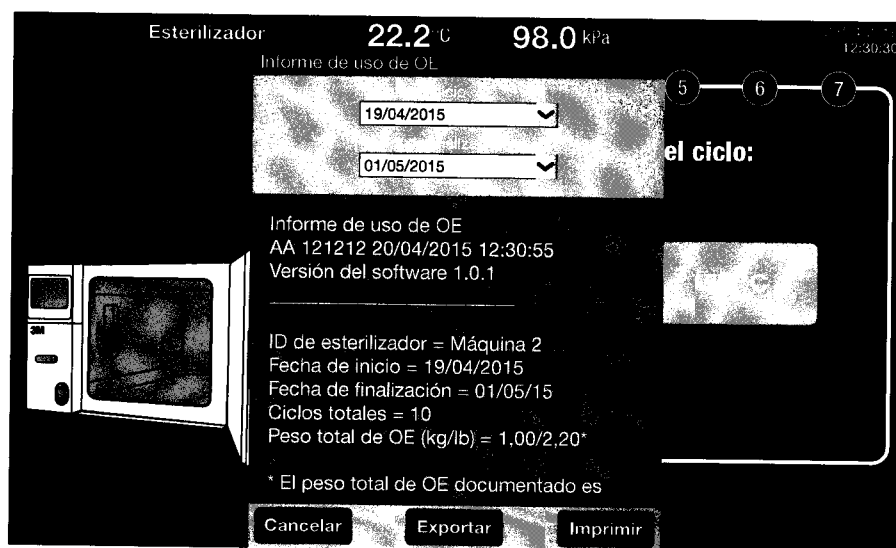
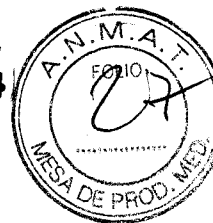

Figura 13.
Figura 14.
Genere un informe sobre el uso de óxido de etileno (OE) desde la pantalla **Menu > Reports > EO Usage Report (Menú > Informes > Informe de uso de OE)**. Genere un informe de uso de OE para fechas específicas como se muestra en la figura 13. Puede consultar el informe en la pantalla, directamente imprimirlo o exportarlo electrónicamente a una unidad USB. La figura 14 es un ejemplo de un informe impreso de uso de OE.